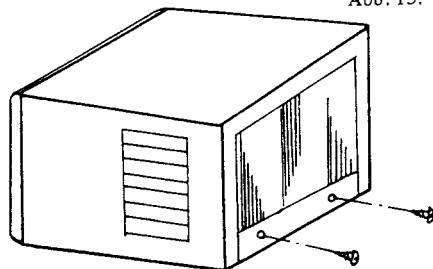

Fig. 12 Abb. 12 第12图
- Remove the two screws which fasten the cabinet at the rear side before installation. Fig. 12.
- Vor dem Einbau sind die beiden Schrauben zu entfernen, mit welchen das Gehäuse an der Rückseite befestigt ist. Abb. 12.